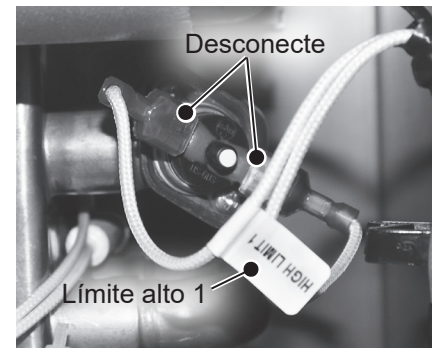

Figura 30 - Desconexión de límite alto 1
- 6 Ubique el mazo de cables de límite alto 1 y desconéctelo. Consulte la Figura 30.